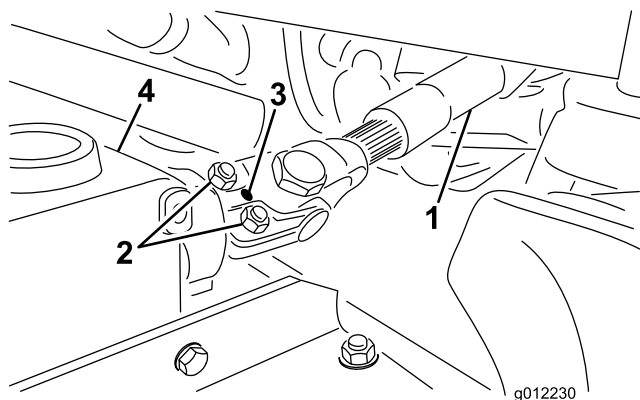

Figura 5
1. Introduzca el árbol macho de la toma de fuerza en el árbol hembra de la toma de fuerza (Figura 5). Alinee los taladros de montaje del eje primario de la caja de engranajes con los taladros del árbol de la TDF y júntelos.
2. Fíjelos con un pasador cilíndrico (Figura 5).
3. Apriete los pernos y las tuercas (Figura 5).